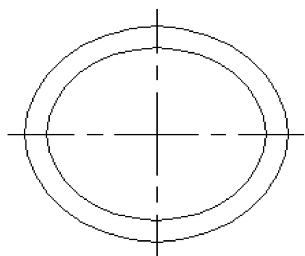

图 3-27 绘制小椭圆
3) 绘制小椭圆。单击椭圆按钮, 在弹出的立即菜单中按照图 3-26 所示进行设置, 操作结果如图 3-27 所示。